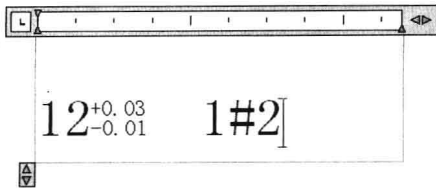
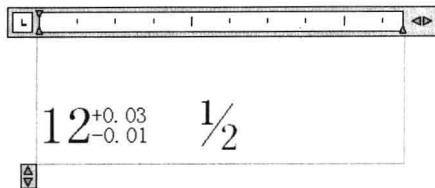

图 5-2-26
图 5-2-27
(6) 输入“ $1\#2$ ”, 如图 5-2-26 所示。选择文字“ $1\#2$ ”, 使其反黑显示, 右击弹出菜单, 选择“堆叠”, 由对角线分隔文字, 如图 5-2-27 所示。